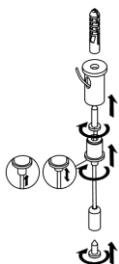

Рисунок 9 – Крепление подвеса.
5.8.5. Закрепите подвесы на креплениях светильника. Выровняйте светильник. Для регулировки длины троса нажмите на кнопку в верхней части крепления троса (см. Рисунок 9).
5.10.2. Распакуйте крепление и установите на светильнике (см рисунок 4, ж). Заведите крепление в паз на корпусе светильника. Для фиксации крепления на корпусе светильника имеются 2 отверстия. Совместите отверстия на креплениях с отверстиями на корпусе. Шаг между винтами на креплении должен совпасть с шагом между винтами на корпусе. Вкрутите два винта: M5x8, и M5x80 (стопорный винт – см. рисунок 9), идущие в комплекте, для фиксации крепления на корпусе светильника.